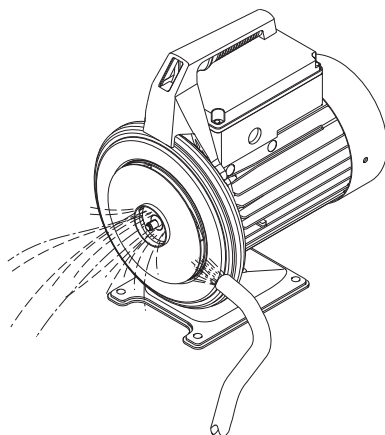

Fig. 7 Rengöring av pumphjul
3. Lossa skruven (pos. 93) och spännbandet (pos. 92) som håller pumphylsan (pos. 16).
4. Frigör pumphylsan (pos. 16) från motorfästet med skruvmejsel och ta av den.
5. Dra ur ejektorn (pos. 14) ur pumphylsan.
7. Kontrollera om pumphjulet (pos. 49) är smutsigt. Om så behövs, rengör pumphjulet (på plats) med mjuk borste eller vattenstråle. Se fig. 7. Håll fast fläktbladen så att motoraxeln och pumphjulet inte roterar.